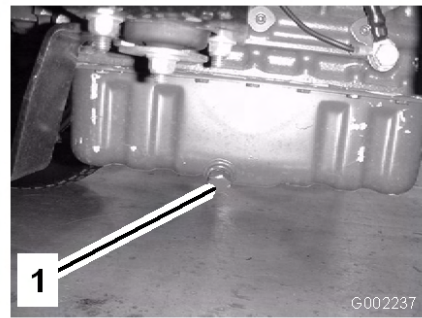

Figura 40
5. Retire o tampão de escoamento (Figura 40).